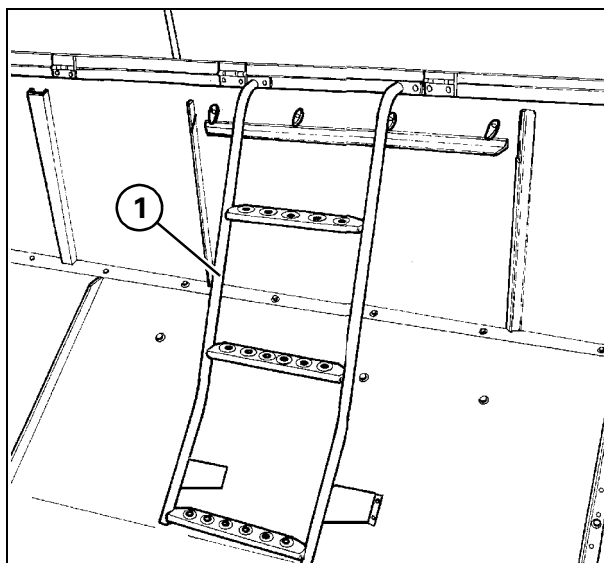

Рис. 80
4. ДОСТУП ВНУТРЬ ЗЕРНОВОГО БУНКЕРА - Рис. 80